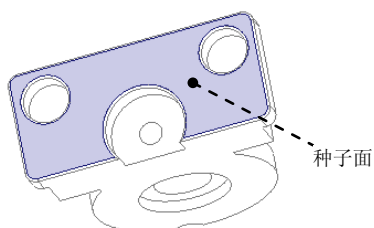
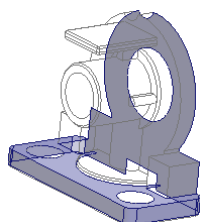

图 14.16 定义种子面
图 14.17 定义边界面
(1) 将参考模型取消遮蔽。
(2) 遮蔽滑块分型曲面。
(3) 采用“种子面与边界面”的方法选取所需要的曲面。用户分别选取种子面和边界面后, 系统则会自动选取从种子曲面开始向四周延伸直到边界曲面的所有曲面 (其中包括种子曲面, 但不包括边界曲面)。在屏幕右下方的“智能选取栏”中选择“几何”选项。
(4) 下面先选取“种子面”(Seed Surface), 操作方法如下。
① 选择 **视图** 功能选项卡 **模型显示** 区域中的“显示样式”按钮  ^{显示样}, 按下 **消隐** 按钮, 将模型的显示状态切换到实线线框显示方式。
② 选取图 14.16 所示的模型底面作为种子面。
(5) 然后选取边界面, 操作方法如下。
① 按住 Shift 键, 选取图 14.17 中的 handle-forkd 的背面和底座的上表面以及底座的所有